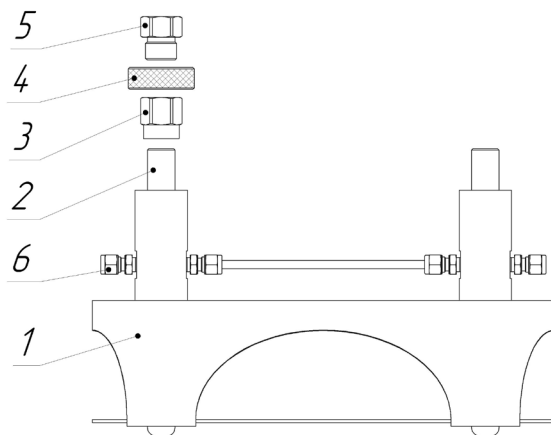

Рис. 1. Коллектор
4.1 Внешний вид и общее устройство коллектора показаны на Рис. 1.
4.2 Коллектор состоит из основания 1 (Рис. 1), выполненного из гнутого стального листа, на котором установлены стойки 2. Для присоединения к стойке манометра, на нее устанавливается гайка соединительная 3. Для облегчения присоединения используется маховичок соединительной гайки 4. Присоединение коллектора к прибору осуществляется с помощью трубки (стальной или пластиковой — в зависимости от назначения) и фитингов 6. Фитинга 6 два, один используется для присоединения коллектора к прибору, а второй — для возможного присоединения еще одного коллектора (второй фитинг имеет заглушку).